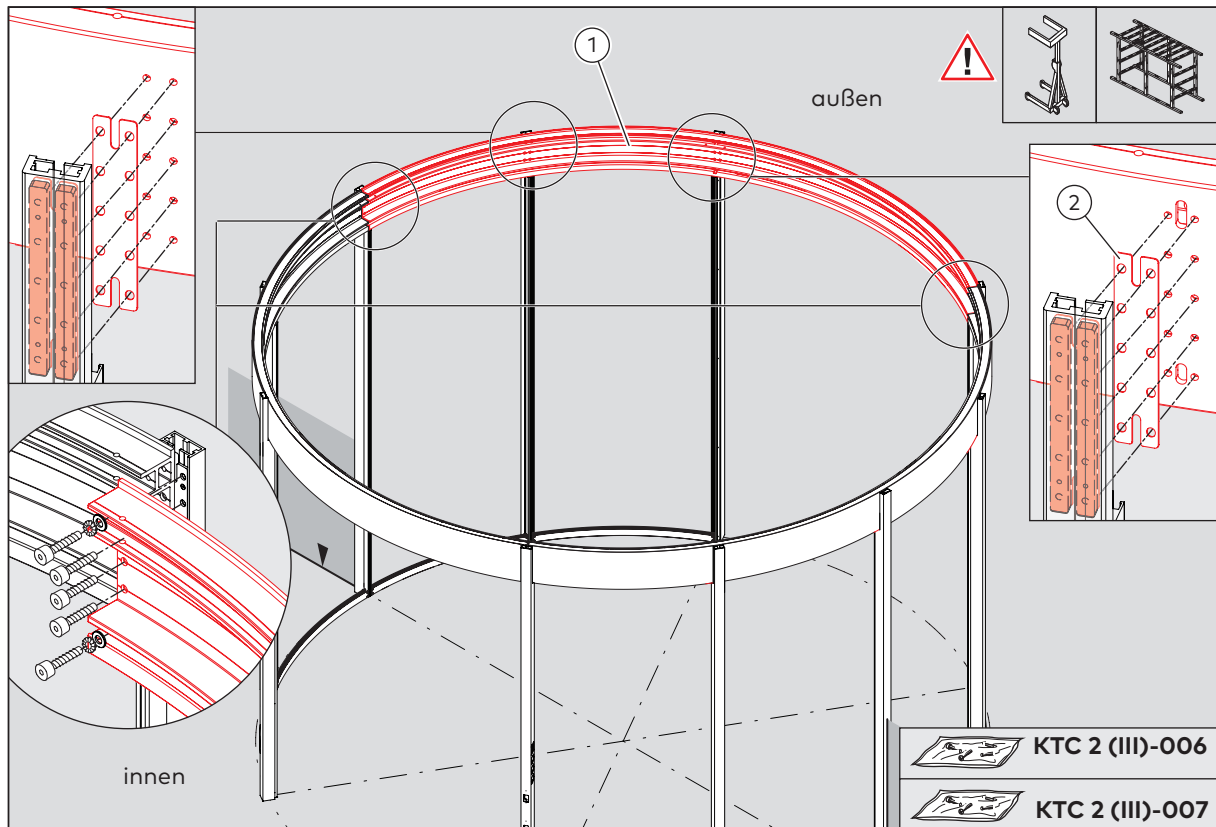

Abb. 34 Montage der äußeren Laufschiene
5. Die mittlere Laufschiene (Abb. 34/1) mit 1 Distanzplatte (Abb. 34/2) pro Pfosten an den Pfosten befestigen. Die Schrauben noch nicht festziehen.